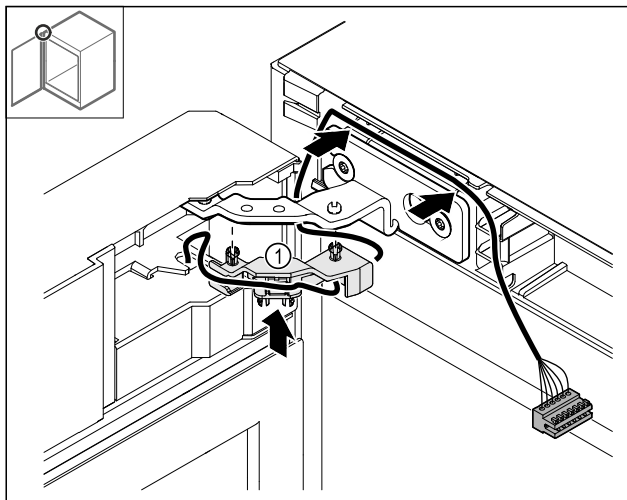

Fig. 47
- Kabelhouder Fig. 47 (1) in het scharnier drukken.